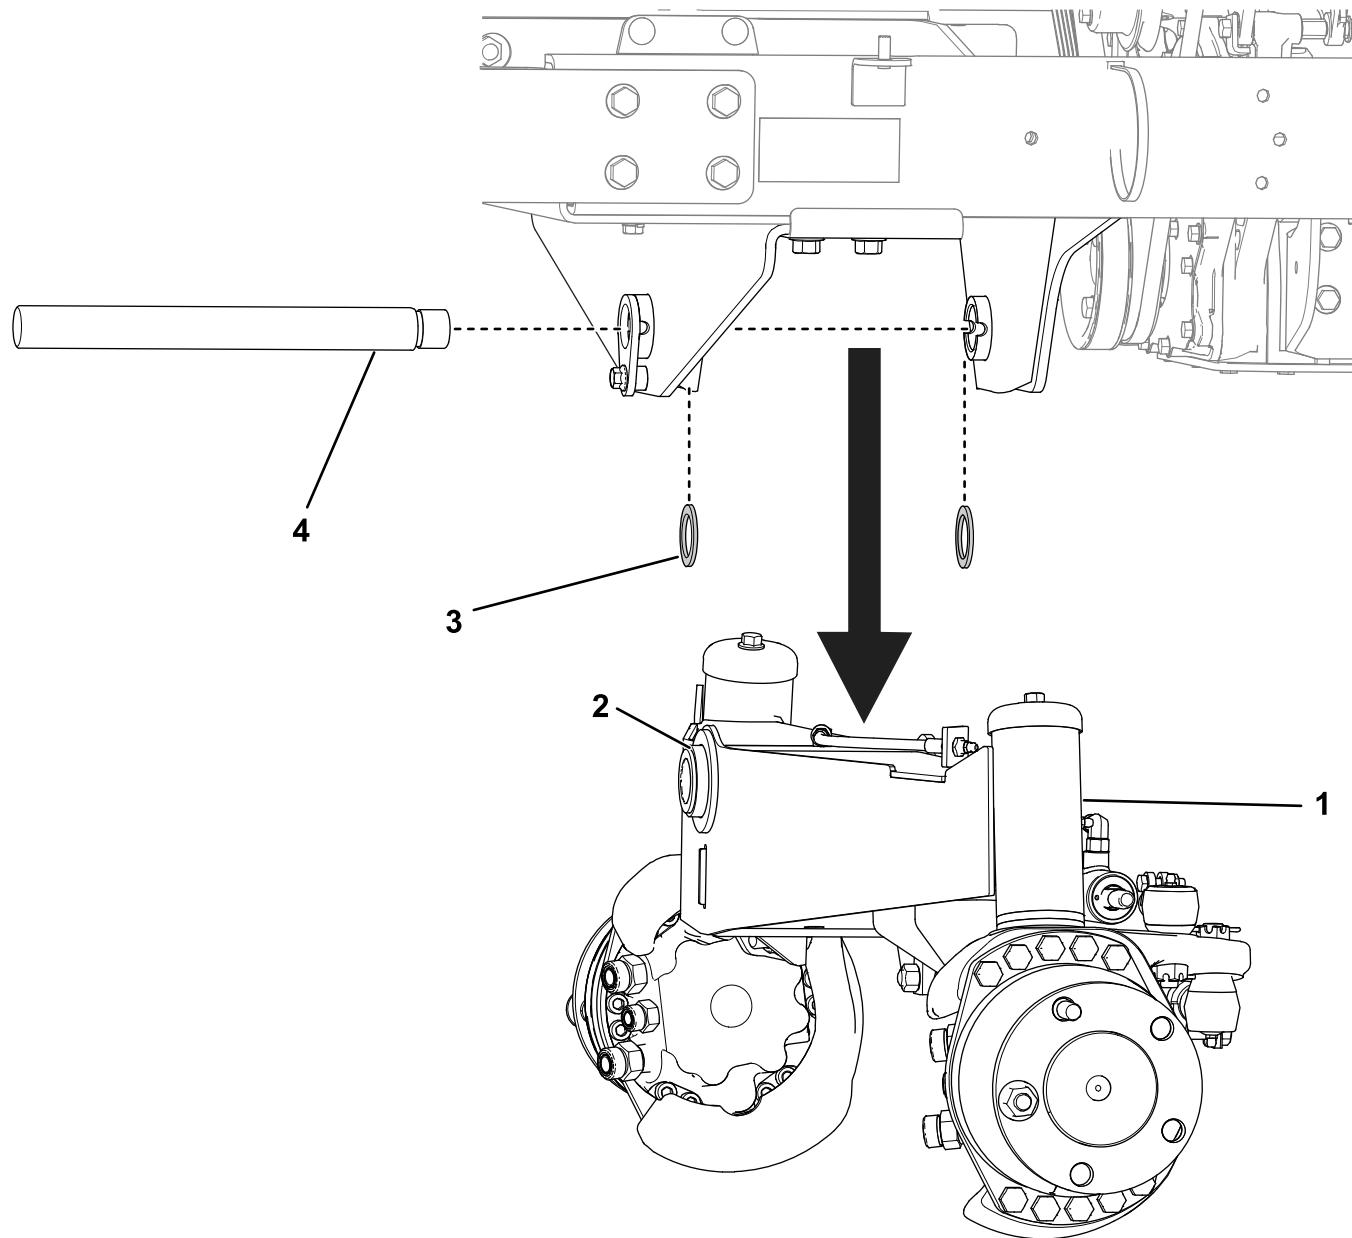

図7
3. フレームと後アクスルからピボットシャフトを引き出す。後アクスルアセンブリ全体を慎重に外してマシンの下側から取り出す。マシンのフレームと後アクスルの間にあるスラストワッシャ2枚を回収する図7。